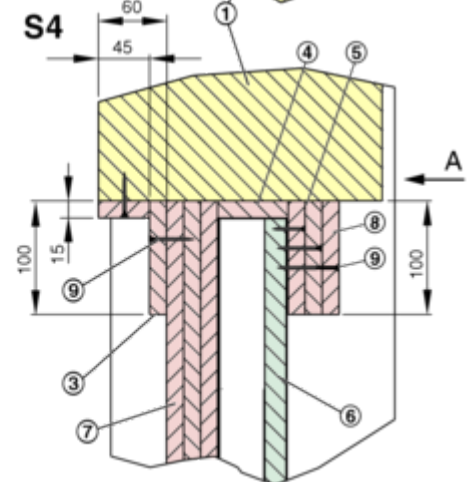

Abb. 37: Details EK-JZ Trockeneinbau in Gypsum Wall mit Metallständer EI 120 S
Details ↪ Abb. 37
- Wandaufbau entsprechend Herstellerangaben. Einbauöffnung entsprechend Abb. 37 vorbereiten.
- Klappe und Wand mit Riegel (3) aus Plattenmaterial mittels (Jack-Point Screws 41 mm) verbinden